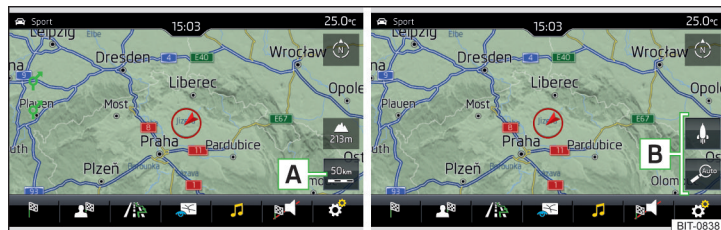

Fig. 176 Suprafețele de comandă funcții pentru modificarea scării hărții
► Atingeți scurt suprafața de comandă funcții **A** » fig. 176.
În zona **B** » fig. 176 sunt afișate suprafețele de comandă funcții pentru modificarea scării hărții.